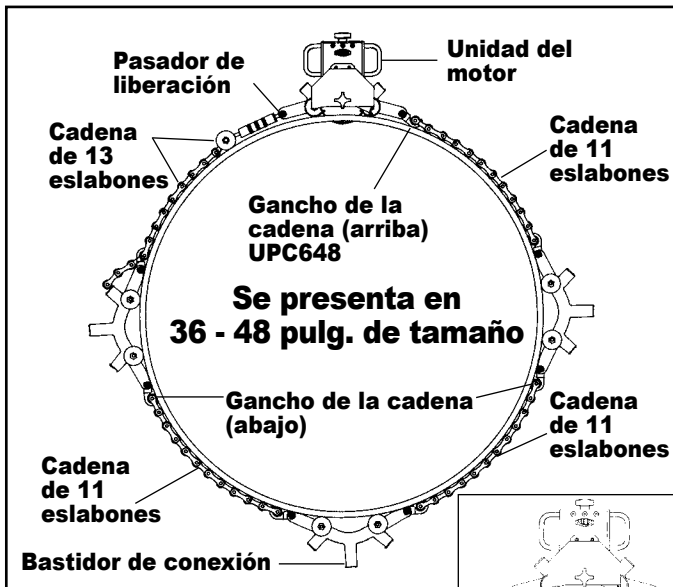

FIG. 5
- Conecte el conjunto del tensor y la cadena de 13 eslabones a la unidad del motor con el pasador de liberación. Extienda el tensor hasta la posición en que quede más hacia afuera. (Fig. 5)
6. Si se cortan tubos para los cuales se necesitan bastidores de conexión y cadenas de 11 eslabones, (UPC636 & UPC648) la cadena de ensamblado previo se engancha a los bastidores de conexión de aluminio de manera que la cadena se enganche en la posición hacia abajo. Regrese al Paso 5, asegurándose de separar los bastidores de conexión de manera que queden equidistantes de la unidad del motor. (Fig. 5)